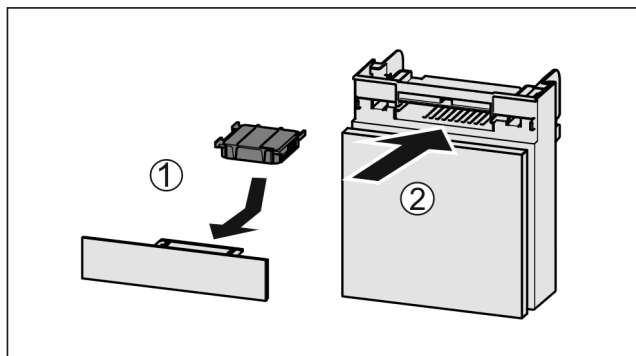

Fig. 39
- ▶ Inserire il filtro a carboni attivi come illustrato nella figura *Fig. 39 (1)*.
- ▶ Inserire il vano *Fig. 39 (2)*.